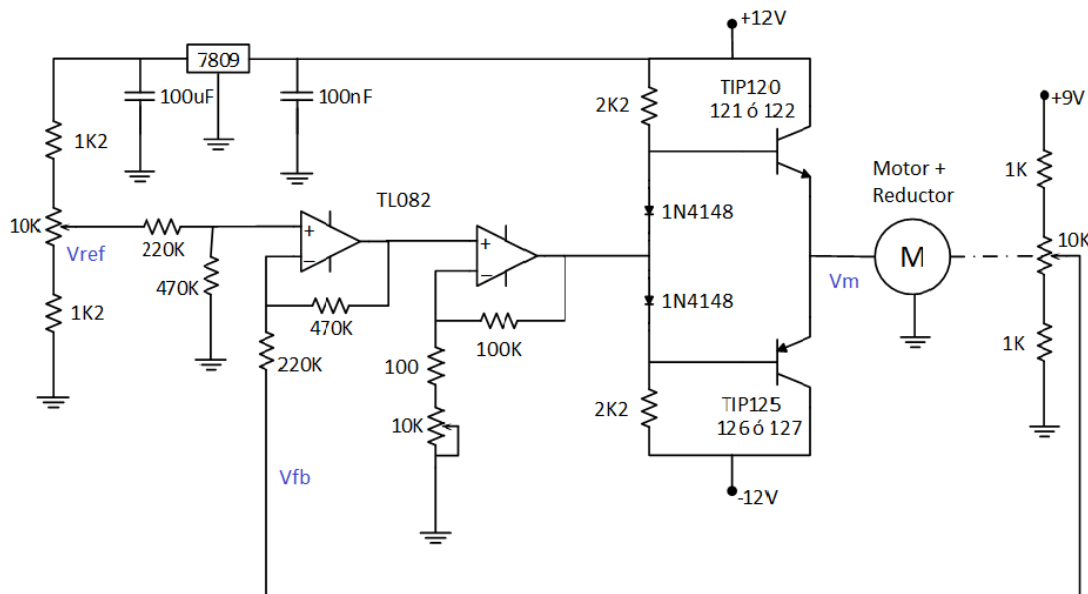
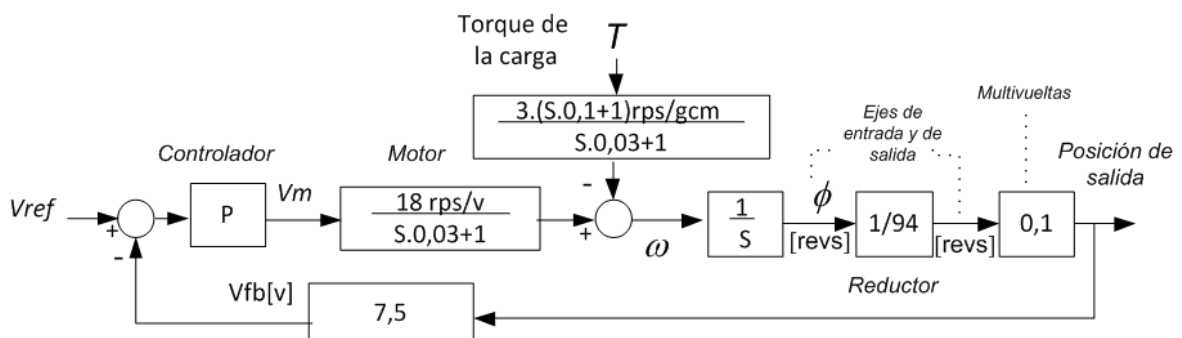

Figura 1: Esquema eléctrico del Sistema de control de posición
Figura 2: Diagrama de bloques del sistema de control de posición
En la figura 1 se muestra el circuito electrónico de un sistema de control de posición que emplea un motor de CD como actuador (sobre la planta mecánica), y como controlador un amplificador con ancho de banda mucho mayor a la de los demás componentes del sistema; Controlador Proporcional. Además, la señal de referencia y el sensor se generan con potenciómetros lineales. Se recomienda leer la referencia [1]. En el mismo, es posible observar con facilidad el efecto de la realimentación sobre el error, la velocidad y la estabilidad.
El diagrama de bloques de la Figura 2 corresponde cualitativamente al sistema y circuito de la Figura 1. Las señales de entrada de interés son el set-point "Vref" y el torque "T" impuesto por la carga, que se considera como la señal de perturbación más importante. La variable de salida puede considerarse la posición del cursor del potenciómetro que opera como sensor, o la de cualquier elemento que esté ligado mecánicamente a dicho cursor.
**B.2.** ¿Cuáles son los límites de la ganancia proporcional " $P$ " según el circuito de la Figura 1? ¿Y los de la ganancia de lazo?
Cada grupo deberá acudir al laboratorio con el circuito de la Figura 1 armado en proto-board, sin incluir el motor ni el sensor de posición, que les serán provistos por la cátedra.